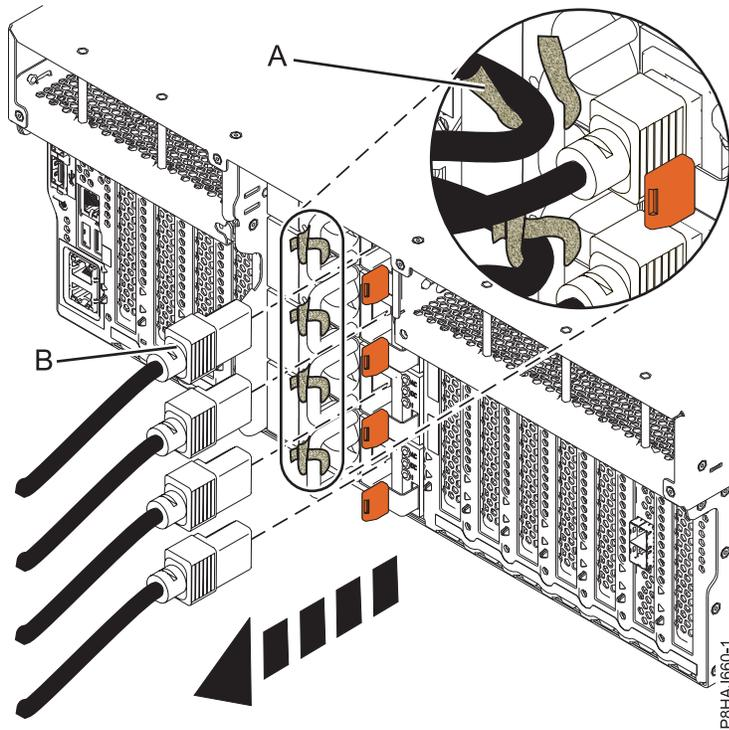
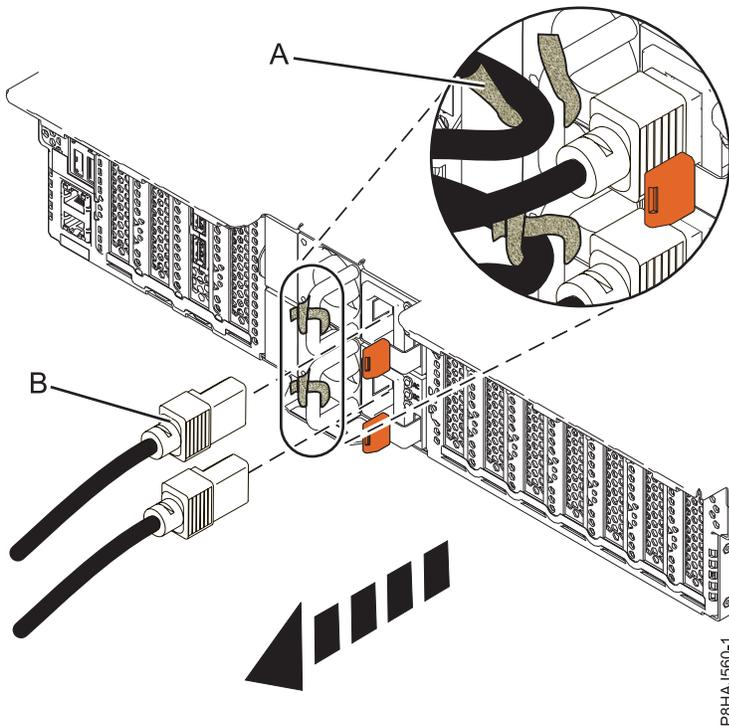
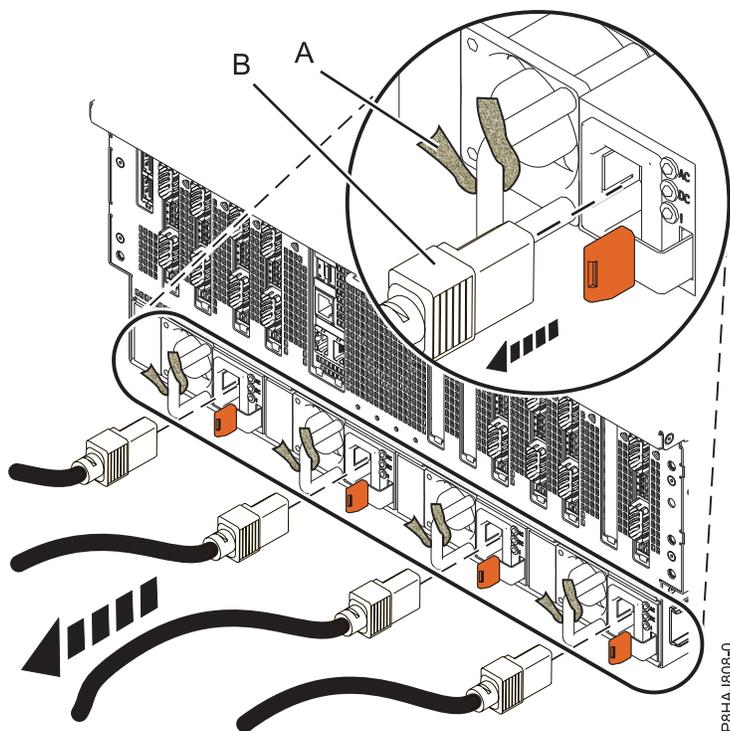

Figura 29. Remover os cabos de alimentação de um sistema 8247-42L, 8286-41A ou 8286-42A
Figura 30. Remover os cabos de alimentação de um sistema 5148-21L, 5148-22L, 8247-21L, 8247-22L, 8284-21A ou 8284-22A
Figura 31. Remover os cabos de alimentação de um sistema 8408-44E ou 8408-E8E
3. Desligue os cabos de alimentação (**B**) da unidade de sistema. Consulte Figura 29 na página 57, Figura 30 na página 57 ou Figura 31 na página 58 ou dependendo do tipo de sistema.